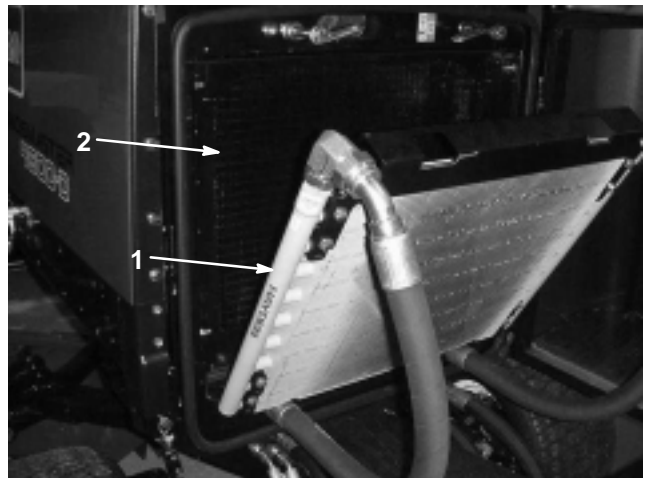

Bild 38
3. Kippen Sie den Ölkühler nach hinten. Reinigen Sie beide Seiten des Ölkühlers und des Kühlerbereichs (Bild 38) gründlich mit Druckluft.